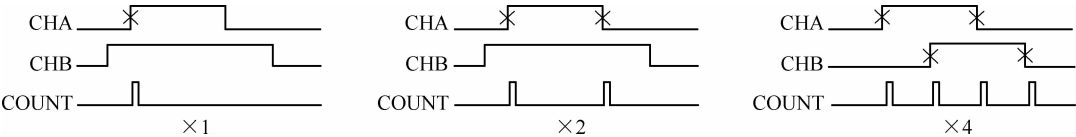

图 17-11 倍频计数
- 倍频模式支持 1 倍、2 倍、4 倍频，如图 17-11 所示。